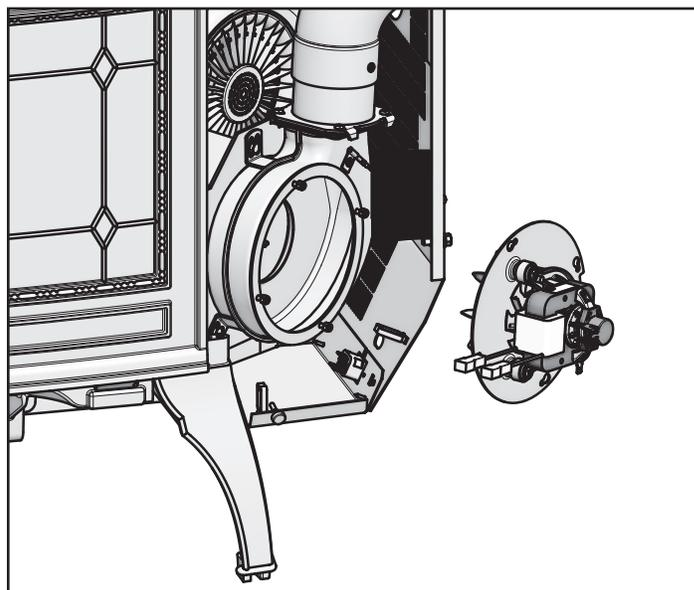

Figure 22.2
2. Retirez le panneau droit en desserrant les deux vis, grâce à une clé ou à un tournevis à tête cruciforme (**Figure 22.2**).